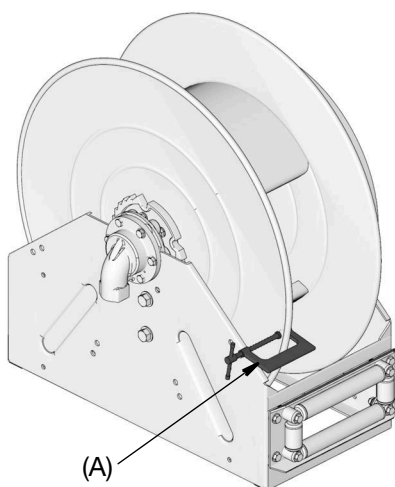

Рис. 17
3. Прикрепите зажимную скобу (A) к шпуле катушки, как показано на Рис. 17, чтобы предотвратить непреднамеренное освобождение фиксатора и свободное вращение катушки.